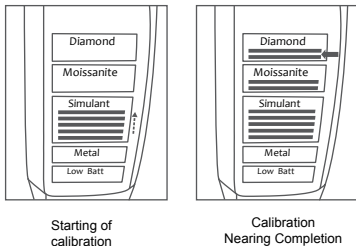

Fig. 1.14
7. Durante la calibrazione, le spie luminose “Simulant” (Falso), Moissanite e “Diamond” (Diamante) si illumineranno gradualmente, accompagnate da beep ritmici, con le luci LED “Diamond” (Diamante) che indicano la fase finale della calibrazione, come mostrato nella Fig. 1.14.